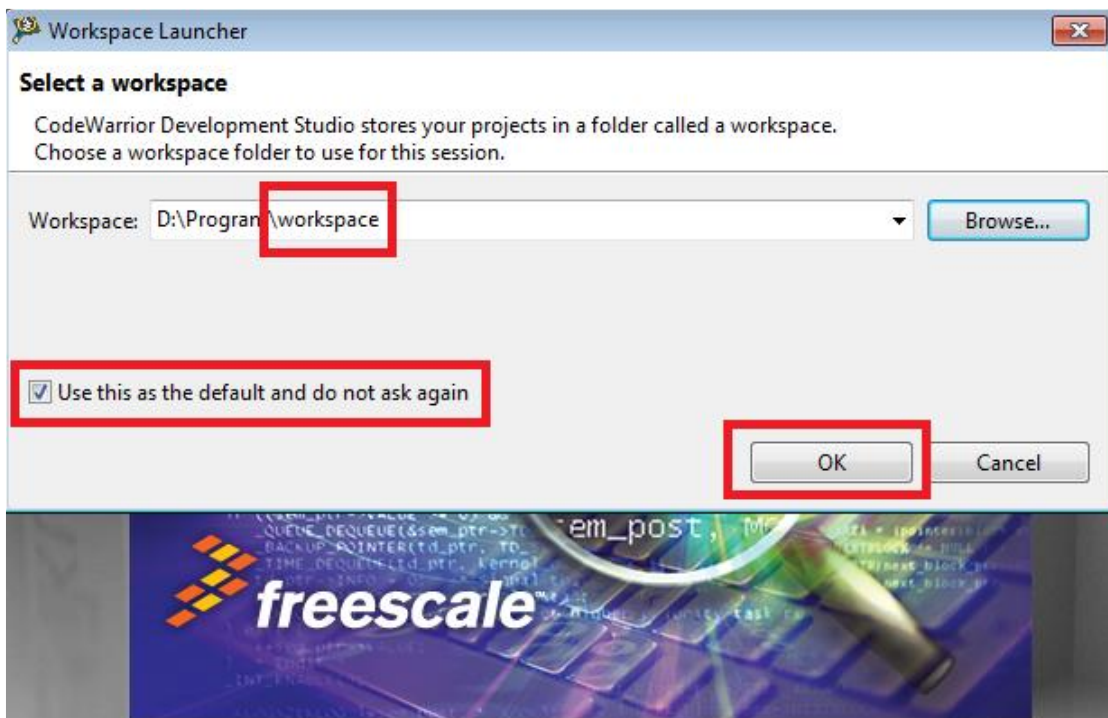

图 4.3 建立工作区选项
- Step2: 安装完成以后打开 CodeWarrior，之后会弹出工作区选项，可以输入自己的工作区地址名称，如图 4.3 所示；